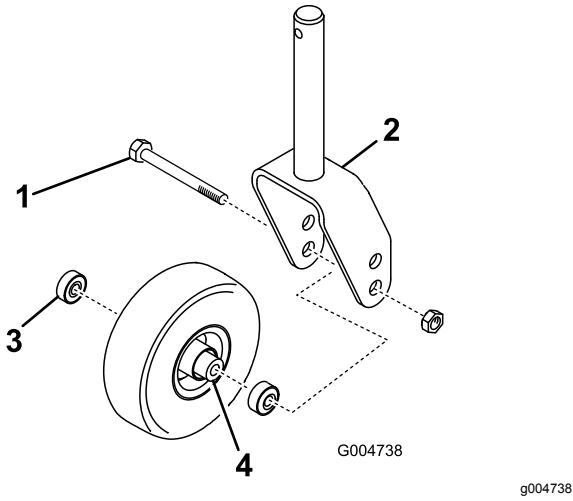

Figura 26
1. Retire la contratuerca del perno que sujetla el conjunto de la rueda giratoria en la horquilla (Figura 26). Sujete la rueda giratoria y retire el perno de la horquilla o del brazo de pivot.
2. Retire el cojinete de la rueda y deje que se caiga el suplemento del cojinete (Figura 26). Retire el cojinete del otro lado de la rueda.